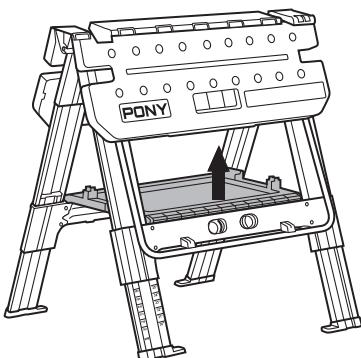

Figure 15
- Soulever le plateau à outils au centre pour permettre aux pieds de se replier. (Figure 15)